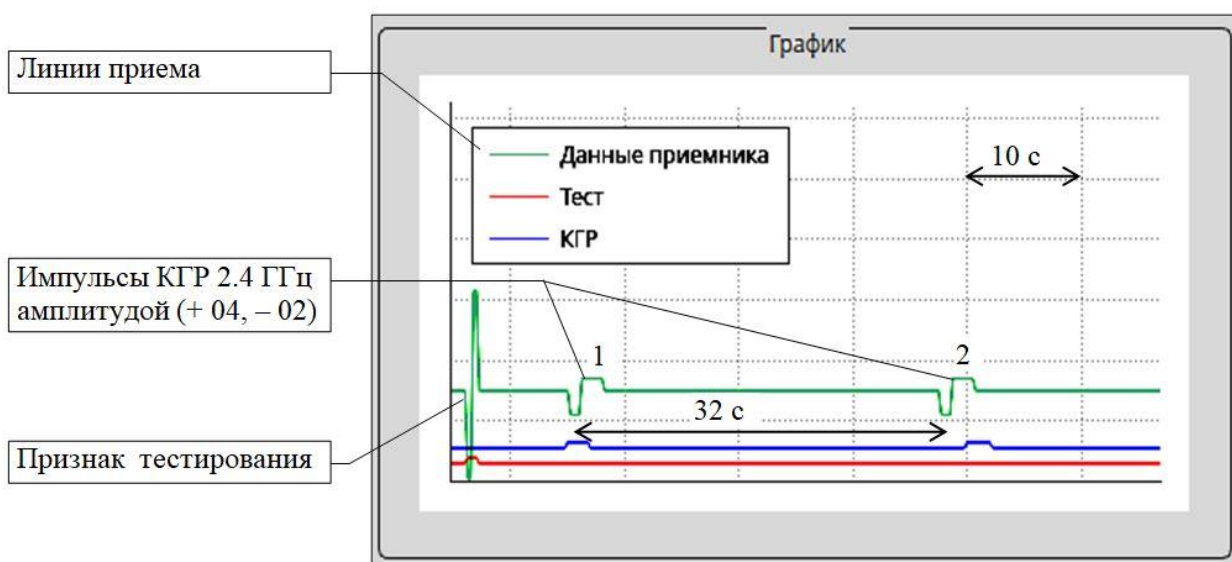

Рисунок 3.2.3.10 - Панель График окна проверки прибора ТЛ-ТСКБМ 2,4 ГГц в режиме «С»
11) Установите на ТЛ-ТСКБМ переключатель «РЕЖИМ» в положение «В». Убедитесь, что имеется устойчивая радиосвязь в диапазоне 2,4 ГГц между ТЛ-ТСКБМ по постоянному свечению индикаторов «ПРИЕМ» на технологическом ТСКБМ-П и «ВКЛ» на ТЛ-ТСКБМ. Дождитесь, когда признак тестирования на линии приема приблизится к левому концу панели «График» и нажмите кнопку «Стоп» на панели «Действие» окна проверки (рисунок 3.2.3.8). На панели «График» должны быть видны четыре импульса КГР с интервалом между ними 16 с (рисунок 3.2.3.11). Формирование